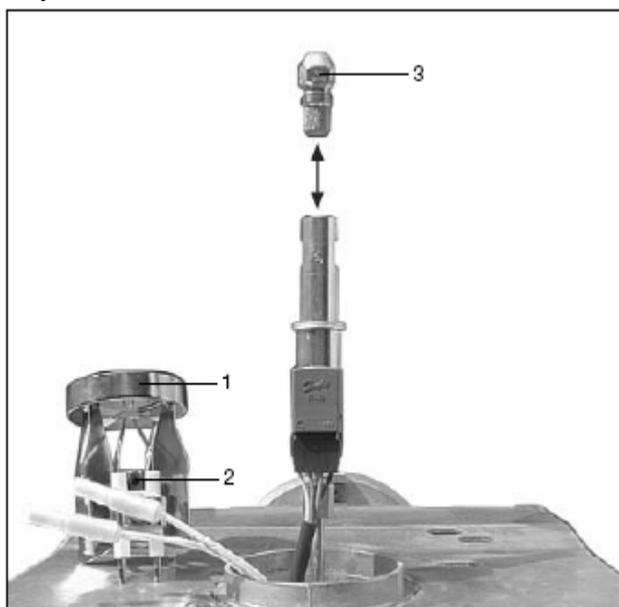

Рисунок 9
- Снимите установленную форсунку 3 и вкрутите выбранную форсунку (см. рис. 9).